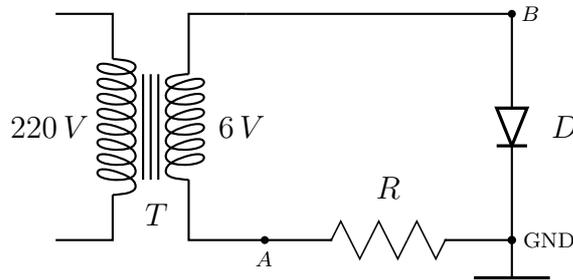

Figura 6.8: Circuito propuesto para trazar la curva característica de un diodo en un osciloscopio.
1. Arme un circuito como el de la figura 6.8. Determine cuidadosamente el valor de la resistencia R para no quemar al diodo ni al transformador. Conecte las puntas de medición del osciloscopio a los puntos A, B y GND (piense cómo lo va a hacer) y colocando al instrumento en modo X-Y, observe en la pantalla la curva característica de un diodo común.